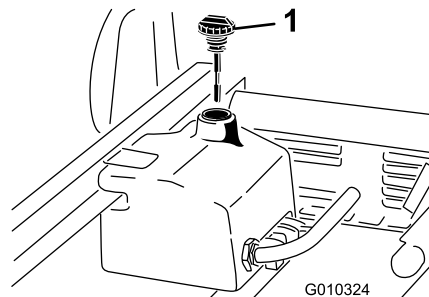

Figure 21
1. Nettoyez la surface autour du goulot et du bouchon de remplissage du réservoir hydraulique (Figure 21).
3. Sortez la jauge (Figure 21) du goulot de remplissage et essuyez-la sur un chiffon propre.